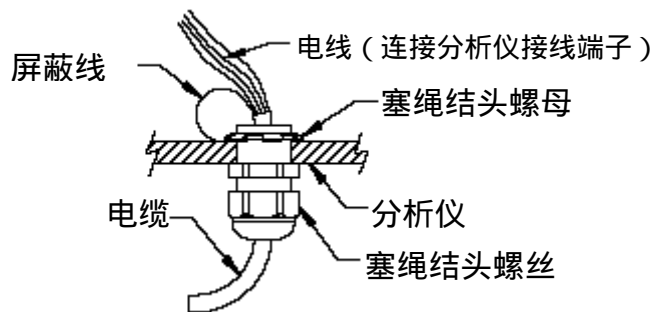

图 2-4 传感器或互联电缆
**特殊的“CE 终端”传感器：**将传感器电缆线连接到 TB1 上的“传感器”接线端 1~6，要求与标明的颜色相匹配并把信号屏蔽线（其绝缘层为透明）连至 TB1 上的接线端 3。并按图 2-4 所示用塞绳结头螺母固定裸露的向后倾斜屏蔽线。
线，颜色要求匹配并把所有信号屏蔽线（其绝缘层为透明）拧在一起。然后把所有电缆的屏蔽线拧在一起。不要将任何屏蔽线接地。在分析仪中，把互联电缆线连接到 TB1 上的“传感器”接线端 1~6，要求颜色匹配并将互联电缆中的塑料包扎或胶带包扎的信号屏蔽线连接到 TB1 上的接线端 3。并按图 2-4 所示用塞绳结头螺母固定裸露的向后倾斜屏蔽线。